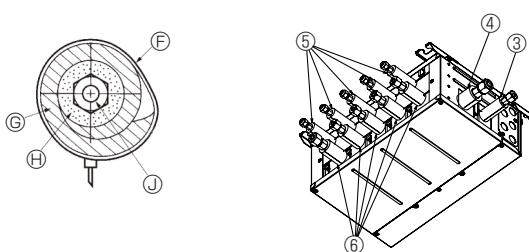
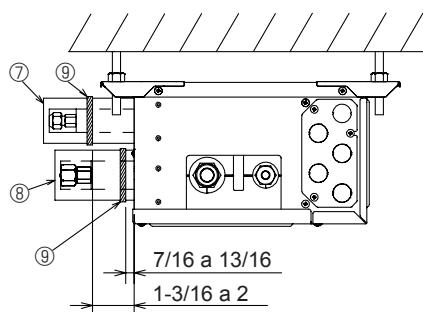

Fig. 7-4
Fig. 7-5
- Aíslle los tubos de líquido y de gas de la caja de derivación aplicando alrededor de ellos espuma de polietileno resistente al calor. (Fig. 7-4)
- (5) Presione las cubiertas de los tubos ③ y ⑤ de la tubería de líquido contra la unidad y envuélvala para que se fije. (Fig. 7-4)
- (6) Presione las cubiertas de los tubos ④ y ⑥ de la tubería de gas contra la unidad y envuélvala para que se fije. (Fig. 7-4)
- (7) Aplique las cintas suministradas ⑨ en una posición de 7/16-13/16 pulgadas (10-20 mm) de cada extremo de las cubiertas de los tubos (③④⑤⑥).
- (8) Si la unidad interior no está conectada, ajuste las cubiertas de los tubos que se suministran (con las tapas, ⑦ y ⑧) en las conexiones de los tubos de refrigerante de la caja de derivación contra la unidad para evitar el goteo de condensación de los tubos. (Fig. 7-5)
- (9) Fije las cubiertas de los tubos (⑦⑧) con las cintas ⑨ suministradas.
- ⑤ Cinta (3.1 N° de accesorio ⑨)
- ⑥ Cubiertas de los tubos (3.1 N° de accesorio ③④⑤⑥)
- ⑦ Material térmico aislante para tubo de refrigerante
- ⑧ Tubo de refrigerante
7.2. Manejo de los puertos que no están conectados a la unidad exterior (Fig. 7-5)